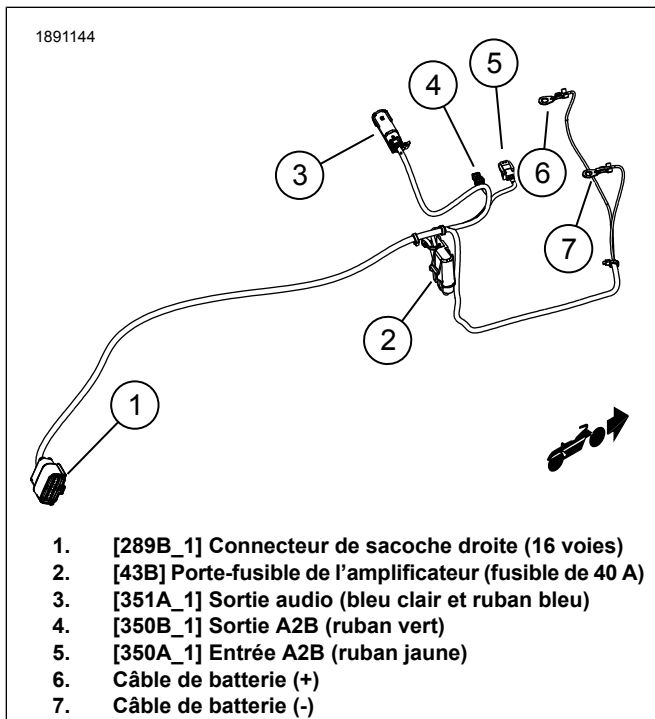
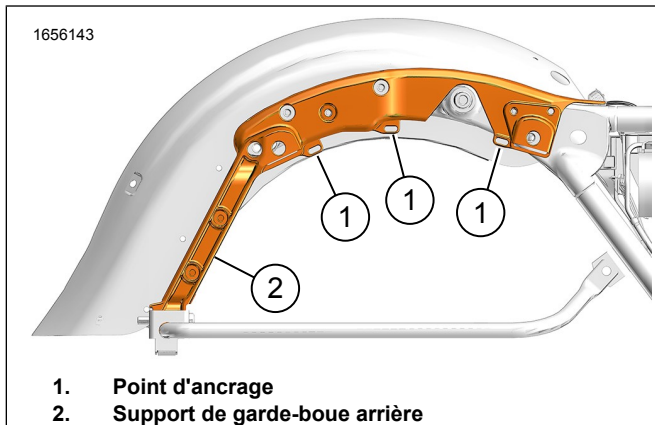
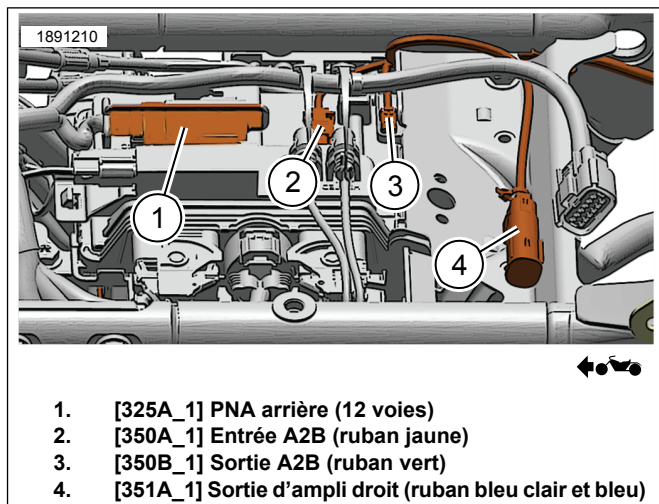

Figure 9. Connecteurs de faisceau externe
Figure 10. Support de garde-boue
Figure 11. Vue du dessus de l'acheminement du faisceau externe sous la selle
- a. Voir Figure 9 et Figure 10. Acheminer le faisceau de sacoche externe le long du rail arrière droit du cadre. À l'aide de serre-câbles, installer le faisceau sur les points d'ancrage (1) sans serrer. Ne pas serrer les serre-câbles.
- a. Voir Figure 9 et Figure 11. Brancher le connecteur de faisceau externe [350A\_1] au connecteur de faisceau d'amplificateur accessoire [350B\_1] (tous les deux avec du ruban adhésif jaune).